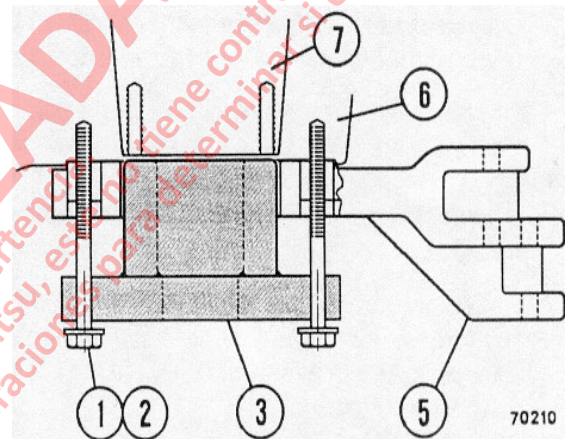

FIGURA 8-2 MONTAJE DE LA ESTRUCTURA DE EMPUJE
4. Usando varios de los pernos de empuje (1, Figura 8-2) y golillas endurecidas (2), ponga la estructura de empuje (3) en posición bajo el husillo (6).
ACCESORIOS DE LA ESTRUCTURA DE EMPUJE (FIGURA 8-2)